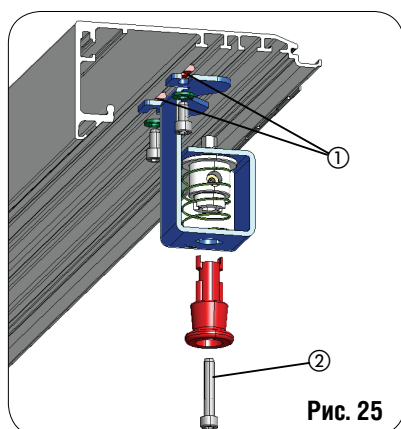

Рис. 25
- Соберите рычаг расцепления на боковом кронштейне, как показано на рис. 25, после того, как вы вставите 2 пластины в профиль (Рис.25 об.1)